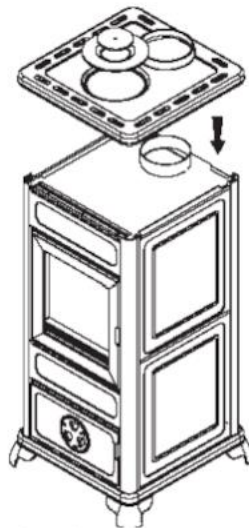

fig. 6
- Riposizionare il top e riavvitare le 4 viti, fig. 6.